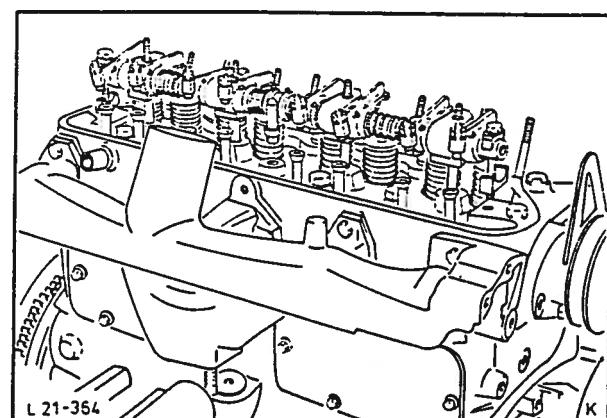

Fig. 82 Montering av vippearmaksel.
58. Påfør olje på støtstengene og monter dem i samme ventilløftere som tidligere. Sett inn oljetilførselens tettningssring. Når vippearmakselen monteres må man sørge for at det er en klarlengde på 0,1 mm (0,004") mellom de ytre vippearmene og stottene, fig. 82. Trekk til vippearmakselenes spesialbolter med verktoy 21-087 med angitt moment.